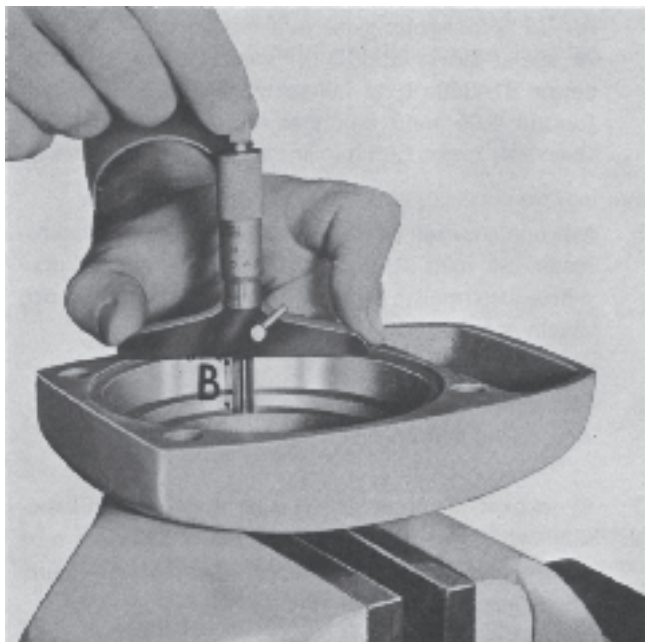

Fig. 11
1. Bestäm måttet "B" i locket (2), se fig. 11.